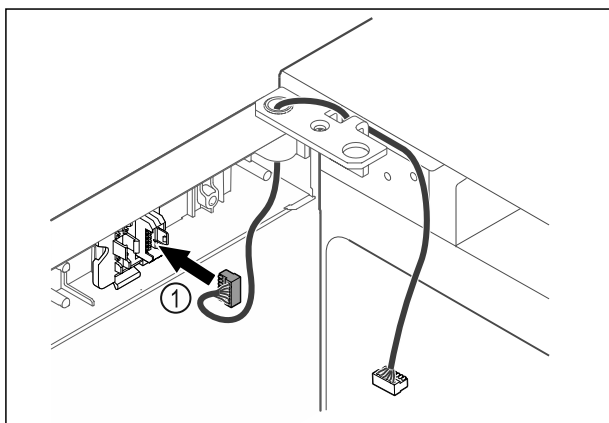

Fig. 40
- Inserire il connettore Fig. 40 (1) nel porta-connettore.